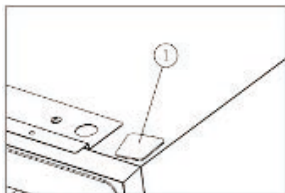

Imagen 4
- Instale la tapa ①. [Imagen 4]